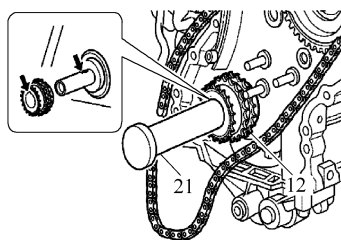

图 10-29 安装新的曲轴链轮
2) 用打入工具 21 安装新的曲轴链轮 12, 如图 10-29 所示。